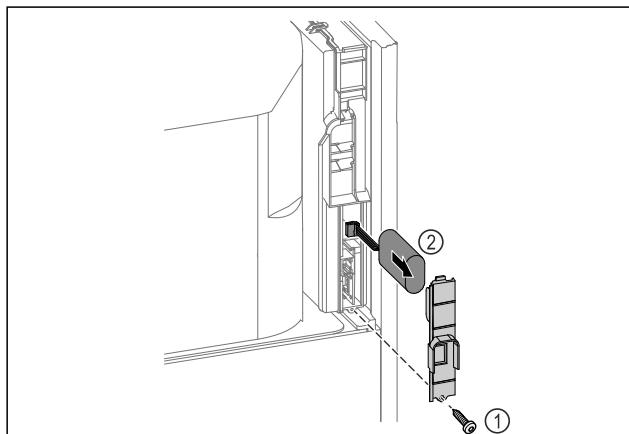

Fig. 217
- Desenroscar el tornillo y retirar la cubierta de la parte trasera del electrodoméstico Fig. 217 (1).
- Desconectar la batería y extraerla Fig. 217 (2).